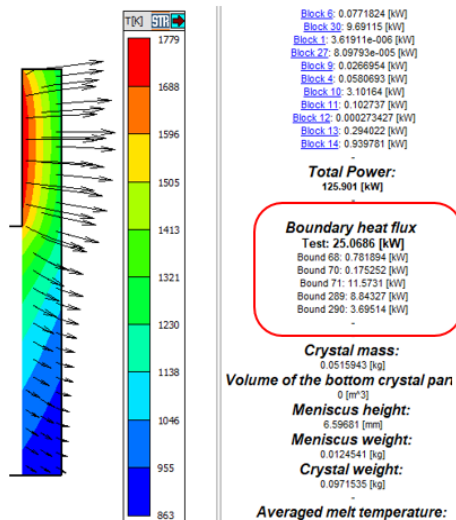

図 11. 境界におけるヒートフラックス算出機能：結果レポート
- 境界におけるヒートフラックス算出機能の追加 (図 11)